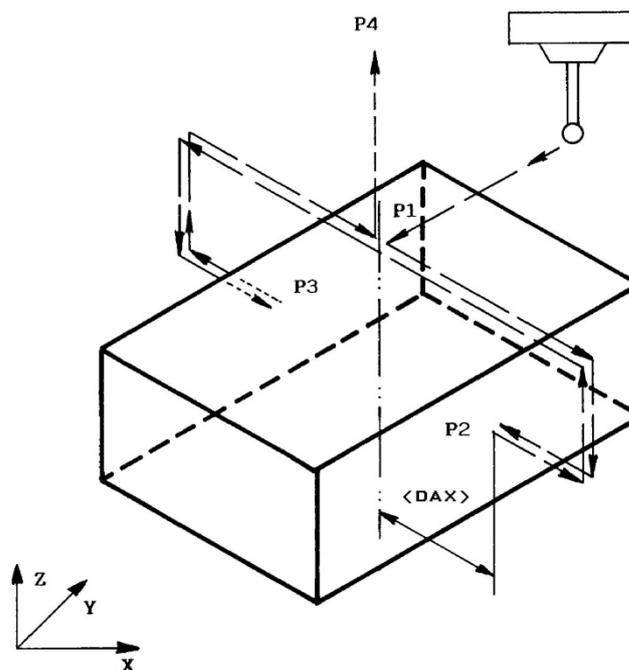

Fig. 14-1
- <DAX=...>** Distanza tra il punto di partenza della misura ed il punto che si vuole misurare lungo il **primo asse del piano di contornatura** (è X... nel caso di **G16XY...** o **G17**). La quota nominale di misura sarà la somma algebrica della coordinata programmata per il primo asse del piano di contornatura e **<DAX=...>** (Vedi **FIG. 14-1**).